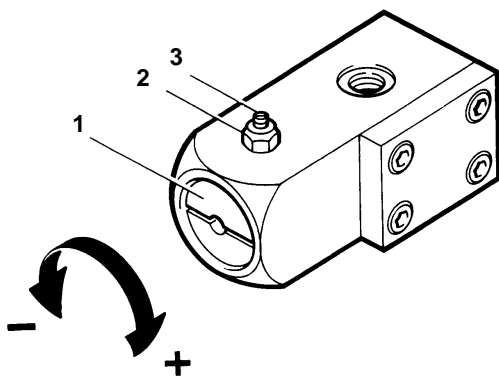

Abb. 31 Clapet de maintien de pression
Le clapet de maintien de pression (Abb. 31) est réglé en usine à la pression nécessaire et ne demande, en règle générale, aucun entretien ou réglage. En cas de dérèglement, la pression d'ouverture peut être réajustée. Pour cela, desserrer d'abord l'écrou (2) et la vis (3), tourner la vis de réglage (1) à l'aide d'un tournevis pour obtenir la pression correcte.